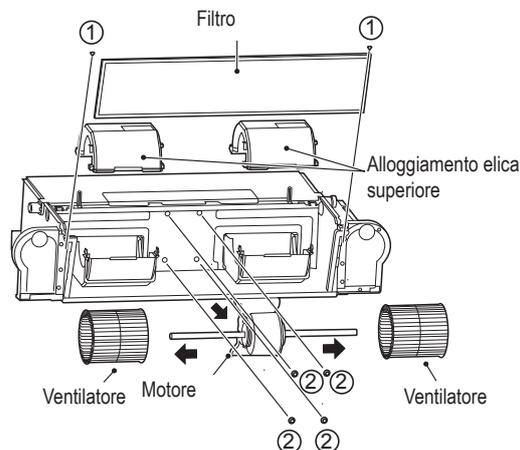

Figura 4-5 Rimozione delle viti del filtro, della voluta superiore e del motore
- c) Come mostrato in Figura 4-5, rimuovere le viti ① \*2 per estrarre il filtro. Dopodiché, rimuovere la voluta superiore.